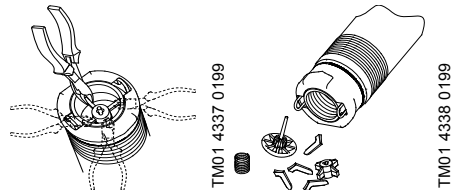

Рис. 6
1. С помощью клещей или аналогичного инструмента удалите ножки клапана, как указано на рис. 6.